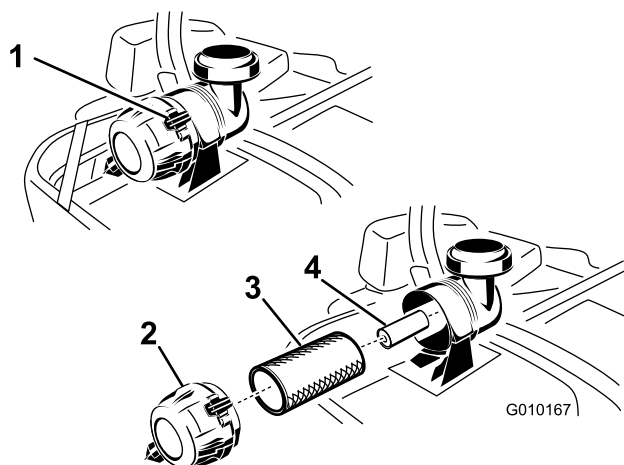

Figure 48
3. Appuyez sur les attaches du filtre à air pour les ouvrir et détachez le couvercle du corps du filtre à air (Figure 48).
5. Sortez l'élément principal du corps du filtre avec précaution (Figure 48). Évitez de cogner l'élément à l'intérieur du corps.
1. Ne nettoyez pas l'élément en papier ; remplacez-le (Figure 48).
2. Si vous remplacez l'élément secondaire, insérez-le avec précaution dans le corps du filtre (Figure 48).
3. Placez ensuite l'élément principal sur l'élément secondaire avec le même soin (Figure 48). Assurez-vous qu'il est bien engagé en appuyant sur le rebord extérieur.
4. Montez le couvercle, reniflez en bas, et tournez-le pour que les attaches verrouillent le couvercle en place (Figure 48).